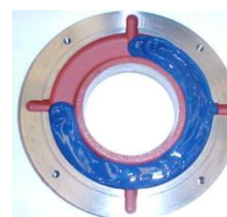

Figura 7.5: Anillo de fijación externo del cojinete
- Llenar $\frac{3}{4}$ del depósito de los anillos de fijación interno y externo con la grasa recomendada (Figura 7.5) y lubricar el rodamiento con la cantidad suficiente de grasa antes de montarlo;
Cuando el cojinete sea abierto, inyectar la grasa nueva a través de la grasería para expeler la grasa vieja que se encuentra en el tubo de entrada de la grasa y aplicar la grasa nueva en el rodamiento, en el anillo interno y en el anillo externo, llenando $\frac{3}{4}$ de los espacios vacíos, conforme es mostrado en la Figura 7.5. En el caso de los cojinetes dobles (esfera + rodillo), llenar también $\frac{3}{4}$ de los espacios vacíos entre los anillos intermedios; Nunca limpiar el rodamiento con paños a base de algodón, ya que pueden soltar partículas que actúan como partículas sólidas.